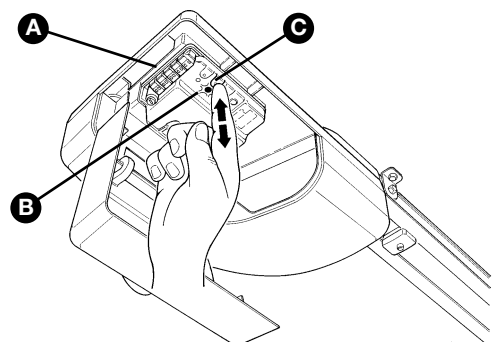

Abbildung 71
**1** An der Steuerung, Taste P2 **[C]** drücken und mindestens drei Sekunden gedrückt halten, dann die Taste loslassen (Abbildung 71).